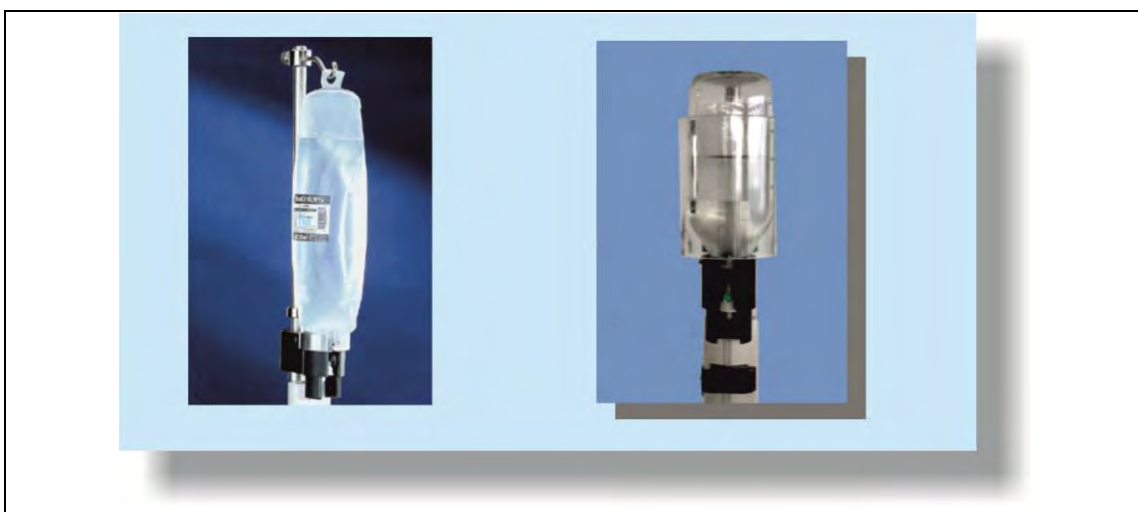

Рис. 34: Ёмкость с NaCl (слева - пакет, справа - флакон)
- **Пакет с NaCl:** проткнуть перегородку пакета в центре. Зафиксировать поворотный крюк на подходящей высоте на стойке для держателя флаконов NaCl, повесить пакет (см. Рис. 34, стр. 49).
- **Флакон с NaCl:** установить подходящую направляющую трубку на держатель флакона, зафиксировать эксцентриковым рычагом. Завести флакон NaCl сверху в направляющую трубку, проткнуть резиновую пробку в середине (см. Рис. 34, стр. 49).